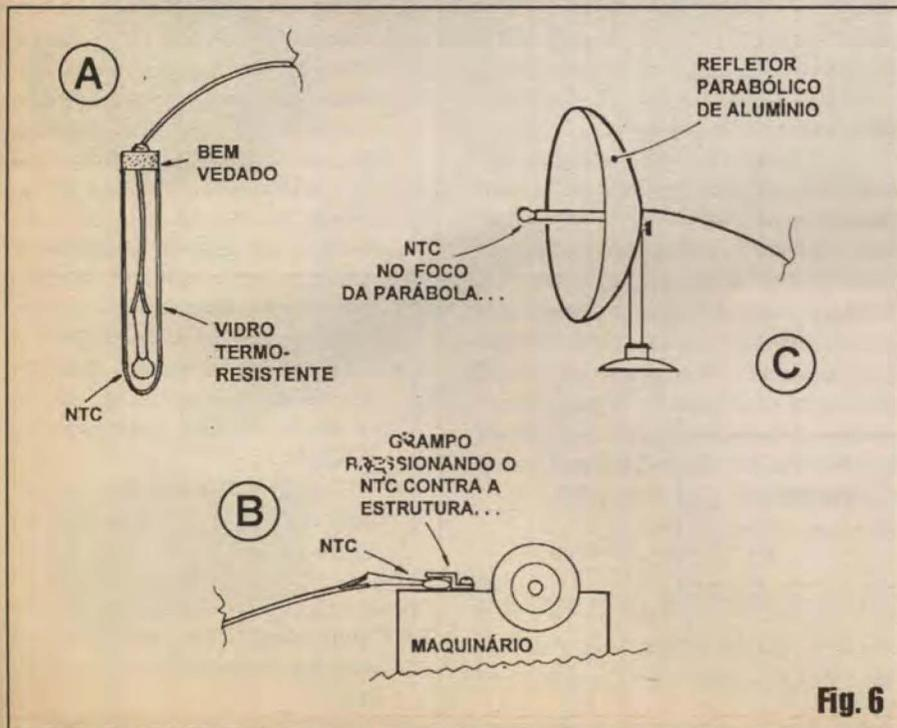

Fig. 6
- FIG. 6 - SUGESTÕES PARA CONFEÇÃO DA SONDA TÉRMICA (DEPENDENDO DA APLICAÇÃO...) - Conforme foi dito, o TECOV pode ser aplicado no controle térmico de diversos meios: ambientes, fluidos, maquinários, dispositivos, circuitos, motores, etc. A aplicação, em si, ditará o modelo de sonda a ser confeccionado (sempre contendo o NTC...). O diagrama dá alguns exemplos básicos, que poderão ser facilmente adaptados pela imaginação criadora do leitor, na medida das necessidades ou requisitos específicos... Em 6-A vemos o arranjo clássico para monitoração da temperatura em líquidos, no qual o sensor deve ficar embutido num tubinho (ou em recipiente de qualquer outro formato) de vidro termo-resistente, com o container bem vedado (usando-se silicone, epoxy, etc.) na sua tampa e passagem do cabinho paralelo que envia os sinais ao circuito do TECOV. Nessa configuração, a sonda poderá ficar mergulhada no líquido cuja temperatura (normalmente através de aquecedores com resistências...) deva ser monitorada/estabilizada... Em 6-B temos outro exemplo clássico, para o acoplamento do sensor a um dispositivo, máquina, motor, etc. Nessa caso, convém que o NTC seja preso por uma pequena braçadeira ou grampo metálico, ao próprio corpo da peça, de modo que íntimo contato físico seja estabelecido, garantindo uma transferência térmica eficiente e rápida entre o meio e o sensor... Finalmente, temos em 6-C uma engenhosa solução para monitoração através de parábola refletora metálica (pode ser aproveitada desses aquecedores ambientais...), na qual o NTC deve ser fixado em posição correspondente ao ponto focal... Esse arranjo sensor permite o monitoramento tanto da temperatura de ambientes, como o acompanhamento específico de certas regiões de ambientes maiores, uma vez que o conjunto é de efeito bastante direcional,